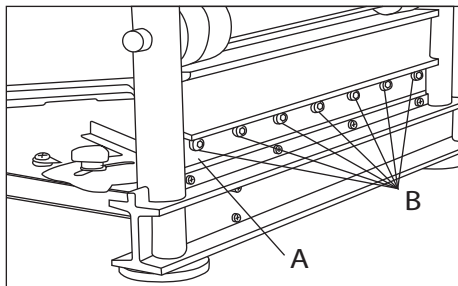

IMAGEN 8
1. Para remover la cuchilla (Imagen 8-A), remueva los siete tornillos con cabeza Allen (Imagen 8-B) utilizando la llave hexagonal que le ha sido proporcionada. De manera cuidadosa remueva la cuchilla.